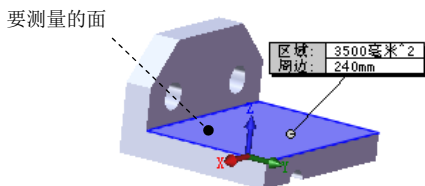

图 4.10.2 选取要测量的面
下面以图 4.10.2 为例,说明测量面积及周长的一般操作方法。
Step3. 定义要测量的面。选取图 4.10.2 所示的模型表面为要测量的面。